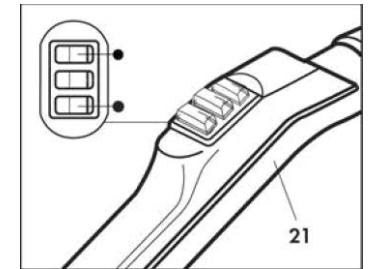

Fig. 14
**Pour arrêter l'appareil débrancher les interrupteurs de commande de la vapeur et de l'aspiration placés sur la poignée (21) (Fig. 14), débrancher les interrupteurs placés sur l'appareil (Fig. 75) et débrancher la Niche de la prise de courant.**